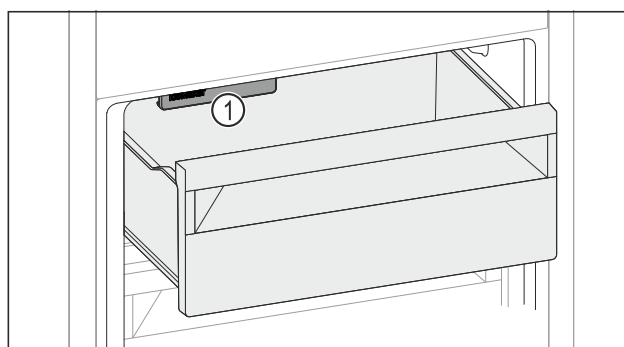

Fig. 61
- Dávejte pozor na IceMaker Fig. 61 (1).